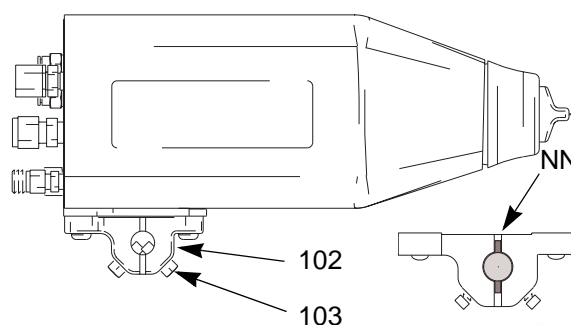

Fig. 4. Fixation
1. Desserrer les deux vis (103) de la fixation et faire coulisser la fixation (102) sur une tige de 13 mm (1/2 in.). Voir Fig. 4.
**REMARQUE:** Pour faciliter le positionnement, introduire une broche de positionnement de 3 mm (1/8 in.) dans le trou (NN) de la fixation et dans un trou de la tige. Voir le détail à la Fig. 4.